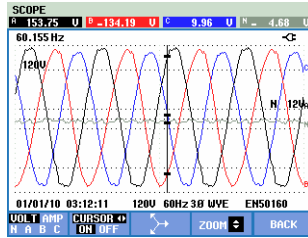

Рис. 22-2 Отображение осциллограмм, курсор включен
- Нажмите F2, чтобы включить Курсор. При помощи клавиш со стрелками влево/вправо переместите курсор горизонтально вдоль осциллограммы. Значение осциллограмм на Курсоре отображается в заголовке экрана, как показано на Рис. 22.2.